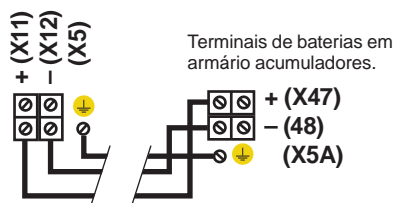

Fig. 22. Ligação do sistema ao armário de baterias.
- Ligue a tubagem de cabos normalmente fornecida entre os terminais (X11) - (X12) do sistema e (X47) - (X48) do armário ou bancada de baterias, respeitando a cor dos cabos (vermelho para (+), negro para (-) e verde-amarelo para o terra de ligação (⚡)), bem como a polaridade indicada na rotulagem do equipamento (ver Fig. 22).